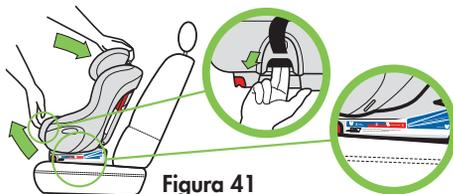

Figura 41
- Tire de la manija de reclinación hacia fuera para reclinar el asiento de seguridad totalmente hasta la posición 3 y gire el asiento como se muestra en la **figura 41**.